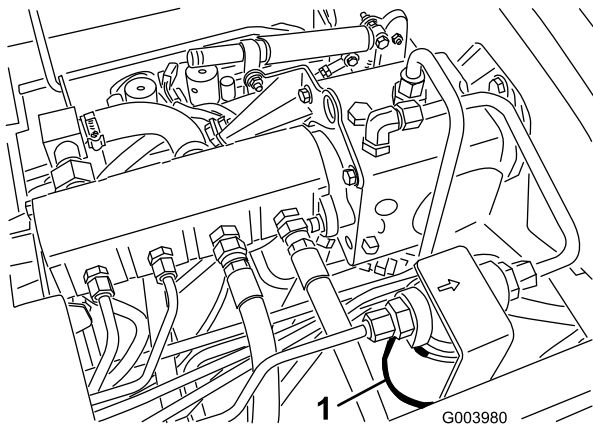
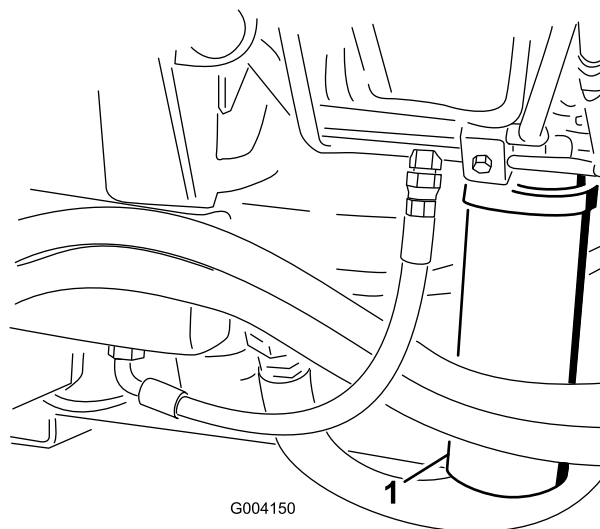

Figura 70
Figura 71
2. Pulite l'area di montaggio del filtro e collocate una bacinella di spurgo sotto il filtro (Figura 70) e (Figura 71).